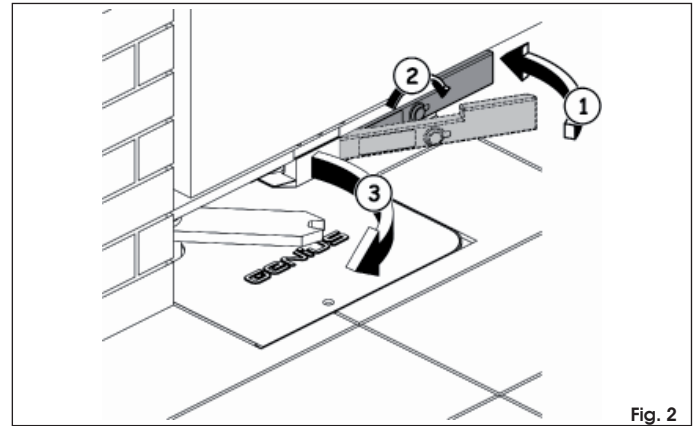

Fig. 2
- riportare la leva nella sua posizione di riposo (Fig. 2 rif. ①)
- introdurre la chiave di sblocco nella serratura e ruotare la chiave fino a battuta nella direzione opposta al pilastro (Fig. 2 rif. ②)
- azionare manualmente l'anta fino all'aggancio della serratura sulla staffa di bloccaggio (Fig. 2 rif. ③)